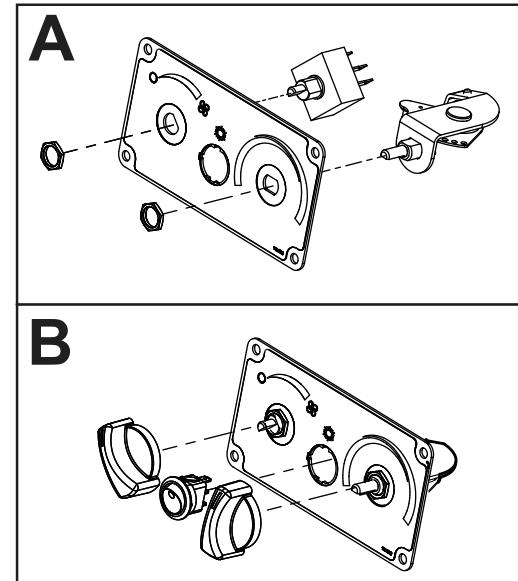
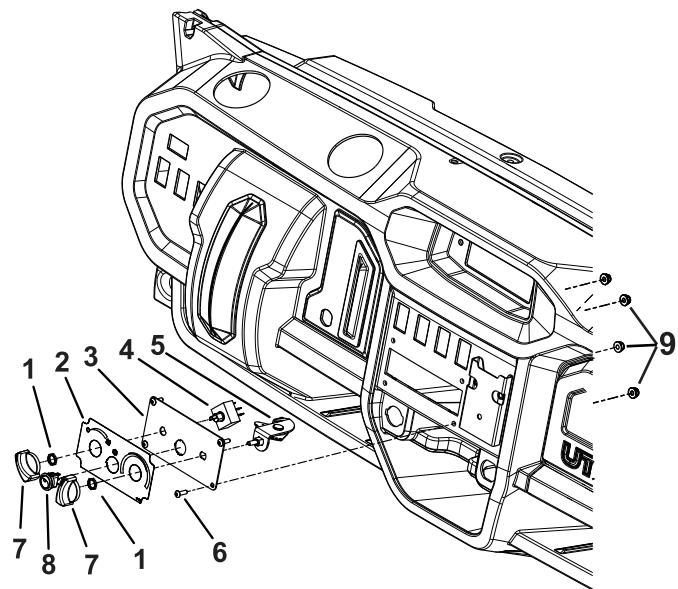

Figure 5
Figure 6
4. Installez les 2 interrupteurs avec boutons sur le panneau de commande à l'aide de deux écrous (7/16"), comme montré à la Figure 5 et à la Figure 6.
5. Installez l'interrupteur à bascule de climatisation dans le panneau (Figure 5 et Figure 6).
6. Installez un bouton sur chaque interrupteur (Figure 5 et Figure 6).